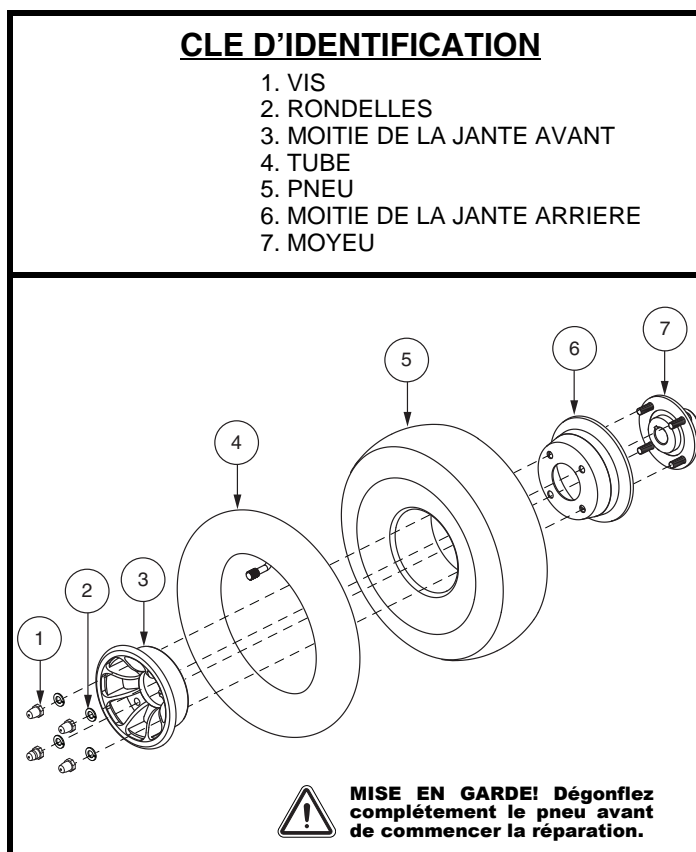

Figure 25. Roue pneumatique motrice démontée/montée
6. Retirez les vis et séparer les moitiés de la jante. **Voir la figure 25.**
7. Retirez le vieux tube du pneu et le remplacer par un nouveau tube. **Voir la figure 25.**